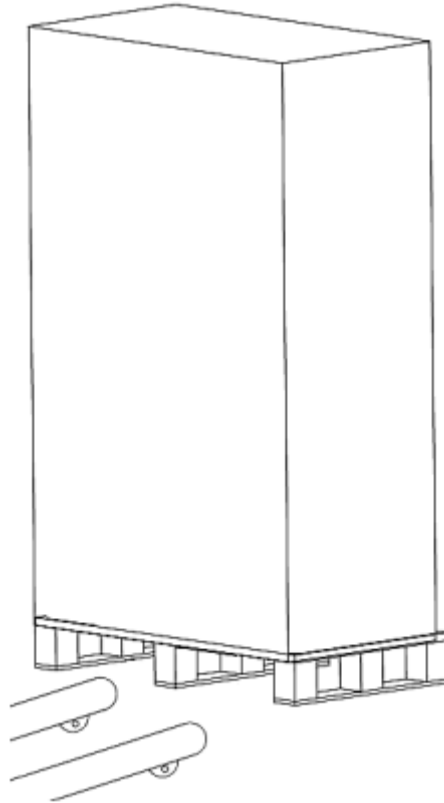

Рис. 2-5 Перемещение к месту установки
2. Переместите ИБП к месту установки, используя погрузочную тележку (см. рис. 2-5).